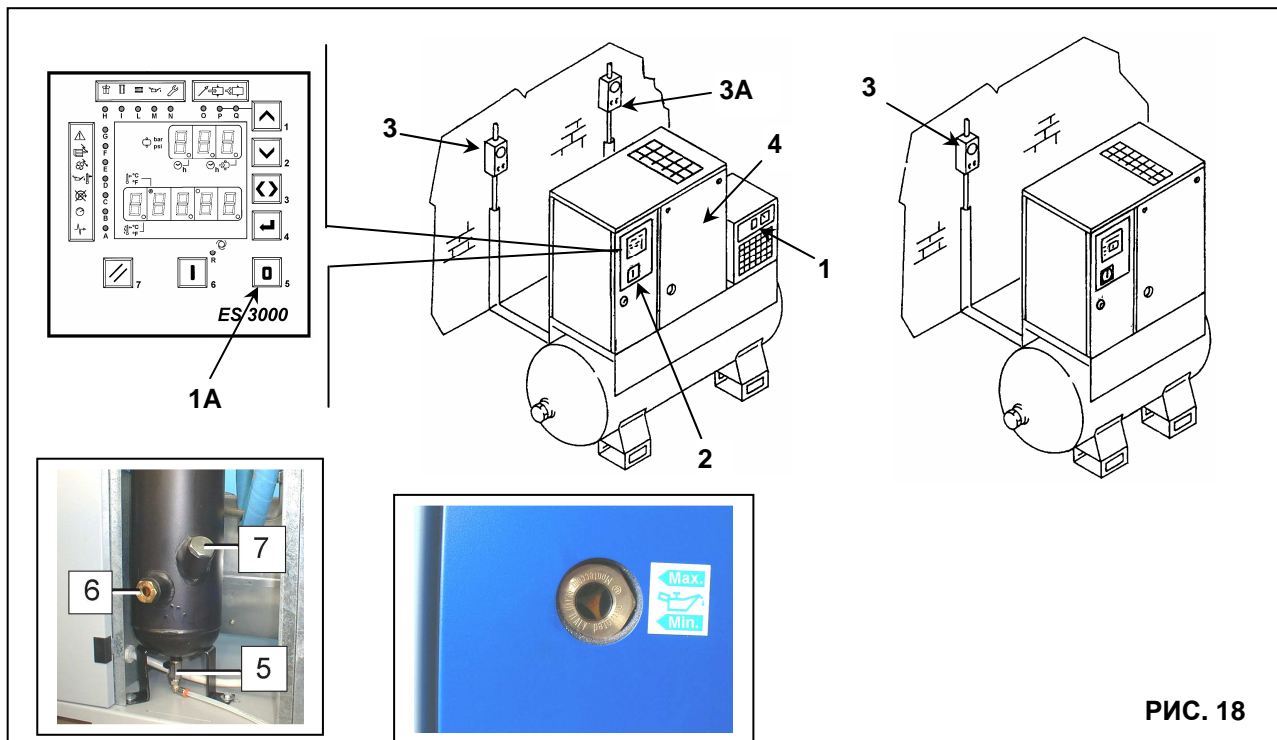

РИС. 18
- Отключите машину кнопкой 1А Рис. 18, машина остановится через 20 секунд холостого хода.
- Нажмите на кнопку "STOP" 1, Рис. 18 (только RotorDry)
- Поверните выключатель 2, Рис. 18 в положение "0" и замкните его на навесной замок.
- Включите автоматический дифференциальный выключатель 3 (на винтовом компрессоре) и 3А (на осушителе, если установлен) рис. 18.
- Снимите панели 4 Рис. 18 при помощи прилагаемого ключа.
- МЕДЛЕННО поверните кран 5 Рис. 18, и дайте конденсату стечь.
- Проверьте уровень масла на индикаторе 6 Рис. 18.
- Выключите машину кнопкой 1А Рис. 18, машина остановится через 20 секунд холостого хода.
- Включите автоматический дифференциальный выключатель 3 (на винтовом компрессоре) и 3А (на осушителе, если установлен) Рис. 18
- Проверьте уровень масла по индикатору 6, Рис. 18
- Медленно поверните кран 7 Рис. 18.
- Дополните масла до максимального уровня 7, Рис. 18, используя масло того же типа, которое залито в компрессоре.
- Закройте крышку масляного бака 7, Рис. 18.
- Закройте переднюю защитную панель 4 Рис. 18.
- Выключите машину нажатием на кнопку 1А Рис. 18: машина отключится после 20 секунд работы в режиме разгрузки.
- Нажмите кнопку 1 Рис. 18 (на версии RotorDry)
- Поверните выключатель 2 Рис. 18 в положение "0" и замкните его на навесной замок.
- Включите дифференциальный выключатель 3 (на компрессоре) и 3А (на осушителе, если есть) Рис. 18.